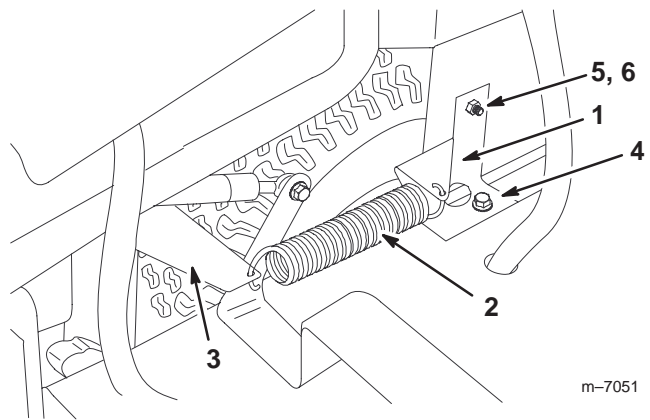

**Bild 9**
6. Nehmen Sie die vordere Schraube und Mutter am Rahmen der Kraftstofftankplatte ab und legen Sie sie zur Seite (Bild 9).
7. Nehmen Sie die obere Schraube in der Kraftstofftankplatte ab und werfen Sie sie weg (Bild 9).
12. Befestigen Sie die Befestigung der hinteren Feder mit einer Schraube (1/4 x 3/4 Zoll) und einer Sicherungsmutter (1/4 Zoll) an der Kraftstofftankplatte (Bild 9).